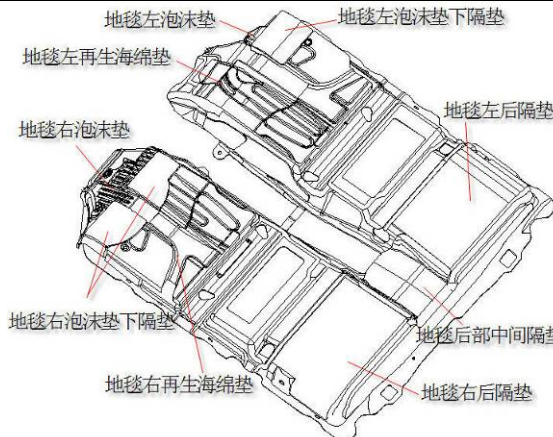

图 1-13-3 地毯隔垫等示意图
- b. 取出歇脚板、地毯泡沫垫、地毯下隔垫、地毯后部隔垫等，具体结构如图 1-13-3 所示，至此地毯拆卸完毕。